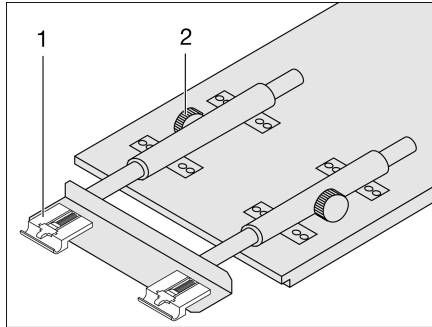

Bild 94 Hängetisch vergrößern
- Die Rändelschrauben (Bild 94,2) lösen.
- Die Tischplatte vorn leicht anheben und bis zum Anschlag herausziehen. Die Tischverlängerung (Bild 94,1) ist ganz ausgezogen.
- Die Tischplatte vorn leicht anheben und bis zum Anschlag zurückschieben. Die Tischverlängerung (Bild 94,1) ist ganz eingeschoben.